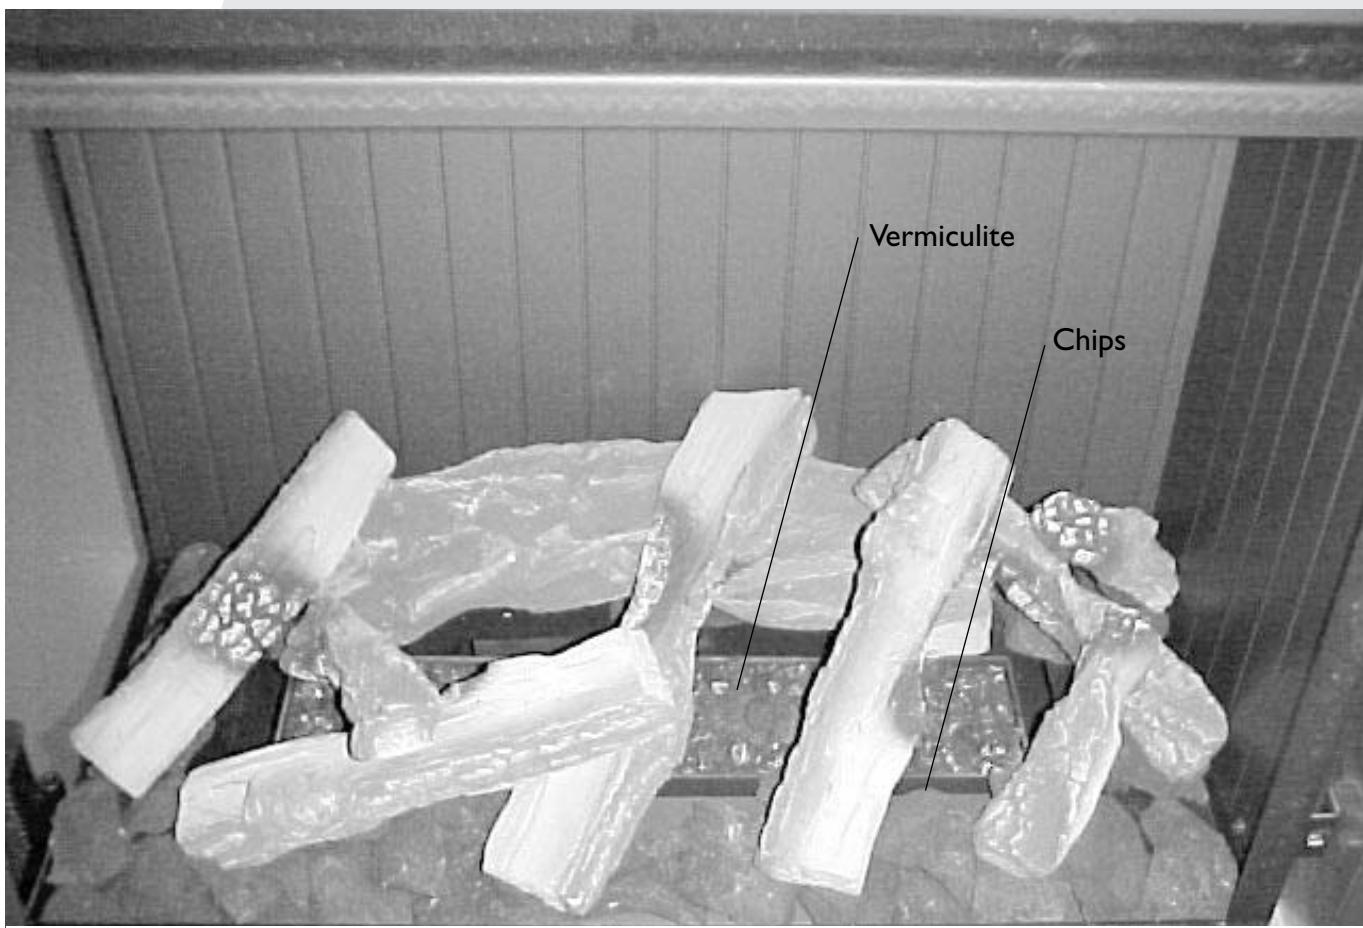

fig. 9
- Legen Sie danach die übrigen Blöcke, wie angegeben in Fig. 9, ein.